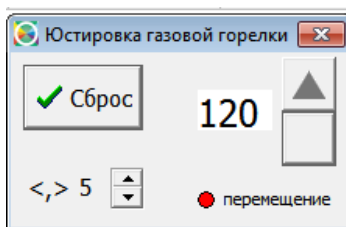

Рис. 10 Вид окна «Юстировка газовой горелки»
**4.2.4. Окно «Юстировка газовой горелки»** позволяет при наличии механизма перемещения с электроприводом автоматически изменять в зависимости от заданной методики вертикальное положение газовой горелки. Различается 5 положений горелки: пропан - воздух, ацетилен – воздух, ацетилен – закись азота, эмиссия и ГРГ. Вид окна управления показан на рис. 10. Диапазон перемещений равен 120 шагам, каждый шаг соответствует перемещению на 0,1 мм.